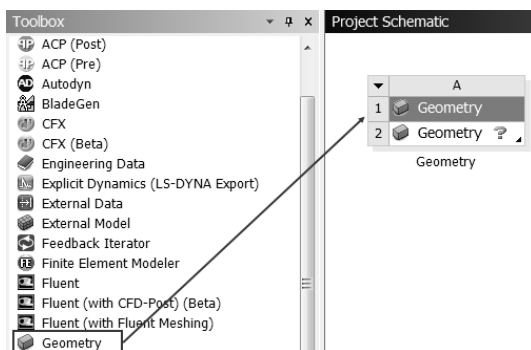

图 15-2 创建分析项目 A
Step2 : 双击主界面 Toolbox (工具箱) 中的 Component Systems Geometry (几何) 命令, 即可在 Project Schematic (项目管理区) 创建分析项目 A, 如图 15-2 所示。